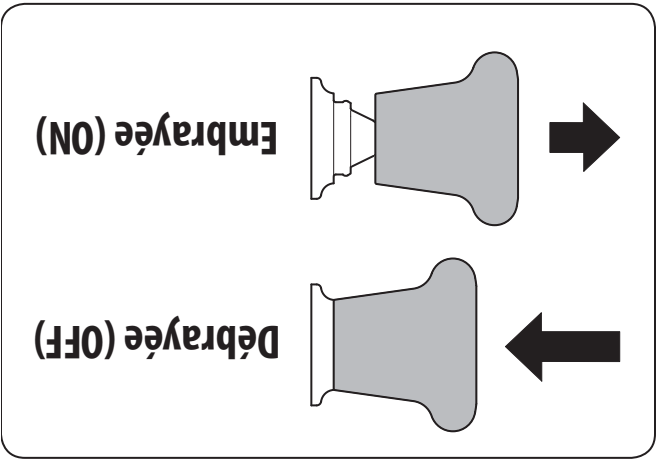

Figure 5-3 (Modèles à p.d.f. électrique)
- a. Tirez le bouton de la prise de force (Embrayage de la lame) vers l'avant à la position « ON » (Embrayée). Voir la Figure 5-3.